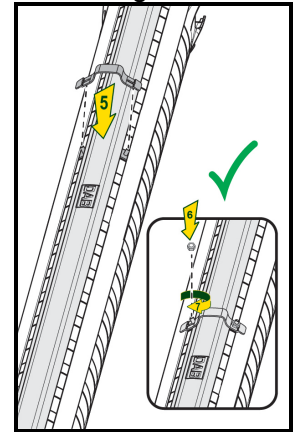

Fig.3
4. Fixez le support de fermeture (Fig3).
5. Vissez les écrous autobloquants (Fig3).